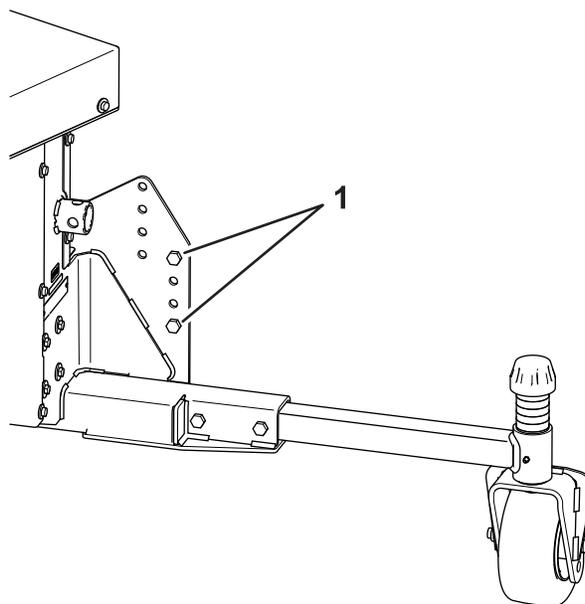

**Figura 8**
- Introduzca el tubo del gato fijo en el tubo del bastidor, alinee los taladros y sujételo en esa posición con el pasador de alambre (Figura 8).